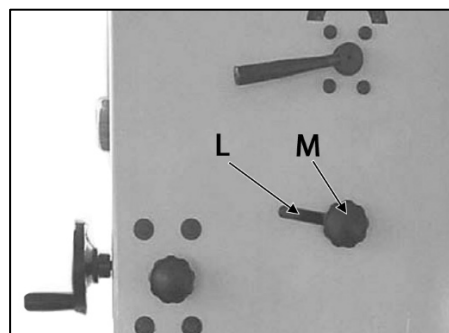

Рисунок 8.
Для корректировки траектории движения пильного полотна ослабьте ручку блокировки положения верхнего шкива (L) (рис. 8). Осторожно поворачивайте рукой верхний шкив, не касаясь полотна. Вращайте ручку регулировки (M) по или против часовой стрелки до тех пор, пока полотно не переместится к центру бандажа.